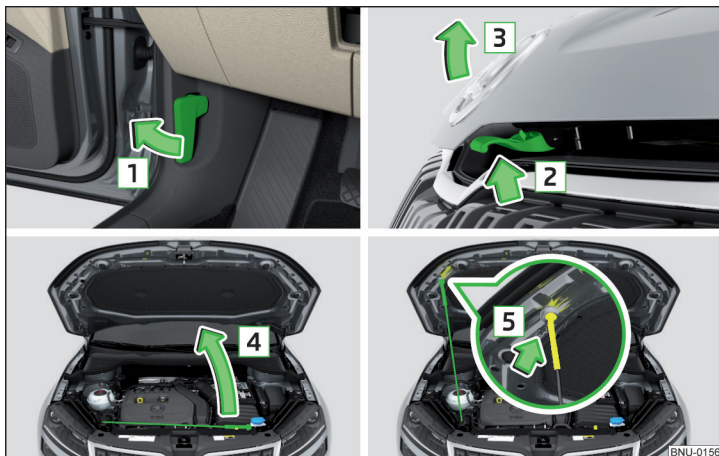

Abb. 304 Motorraumklappe öffnen
- › Die Vordertür öffnen und am Entriegelungshebel unterhalb der Schalttafel in Pfeilrichtung **1** ziehen » Abb. 304.